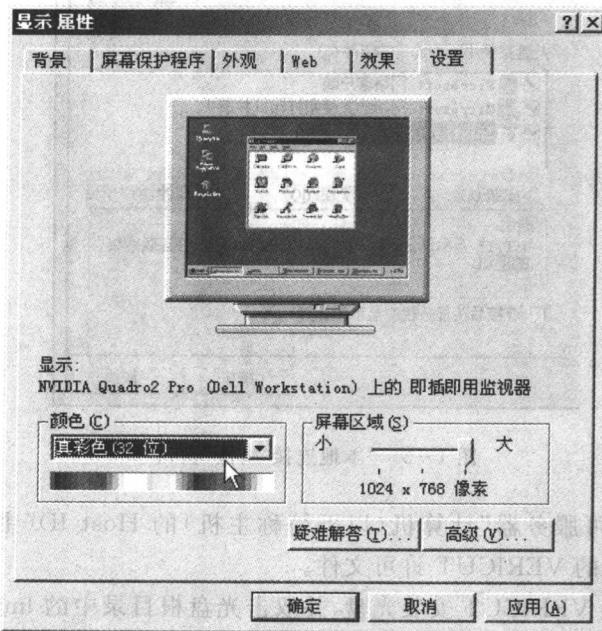

图 1-1 “显示属性”对话框
- (1) 检查计算机是否达到软件的系统需求。
- (2) 在 Windows 2000 系统桌面中,右键单击后,在弹出菜单中选择“属性”命令,弹出“显示属性”对话框,单击“设置”标签,在“颜色”选项下选择不低于 16 位真彩的显示颜色,如图 1-1 所示。